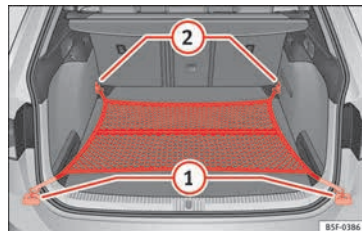

Fig. 176 En el maletero: bolsa de red enganchada a ras del piso (modelo LEON ST).
- Dado el caso, levante las argollas de amarre delanteras » **fig. 176** ②.
- Fije los ganchos de la red en las argollas de amarre ② » ⚠. La cremallera de la bolsa tiene que quedar hacia arriba.
- Fije los ganchos de la red en las argollas de amarre ①.